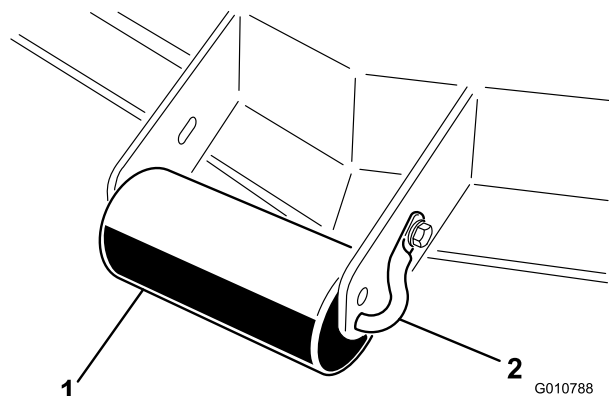

Figura 10
1. Retire el tornillo de caperuza y la tuerca que fijan el eje del rodillo al soporte de la unidad de corte (Figura 10).